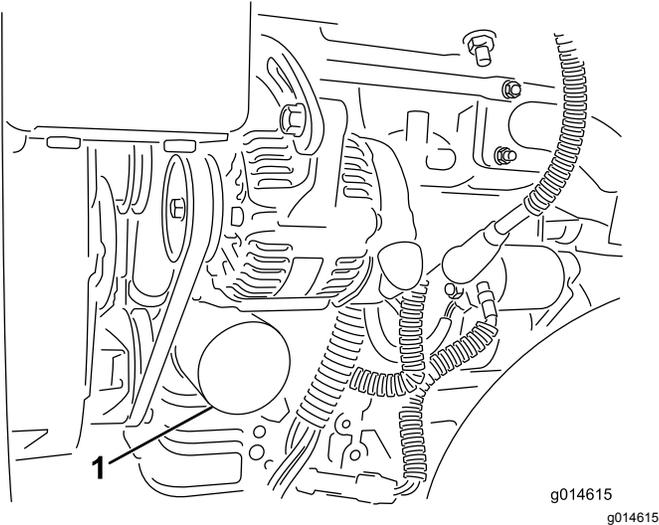

Figura 40
2. Retire el filtro de aceite (Figura 40). Aplique una capa ligera de aceite limpio a la junta del filtro nuevo.